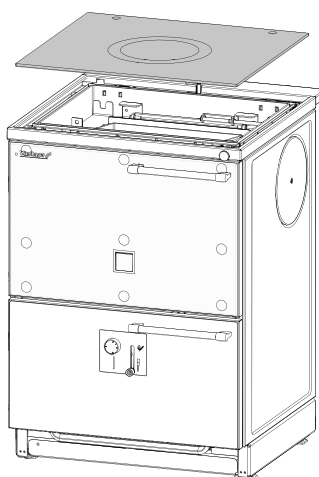

Fig. 36 Poser la plaque de cuisson en céramique
- Poser la plaque de cuisson en céramique sur le cordon d'étanchéité – Fig. 36.